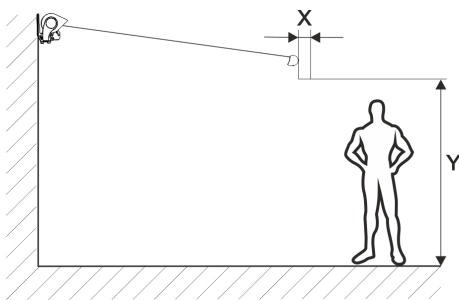

Abb. 11: Ausfahrbereich der Markise
- Auf eine ausreichende Durchgangshöhe (Abb. 11/Y) achten. Im öffentlichen Bereich die geltenden Bestimmungen einhalten.
- Bei maximalem Ausfall auf einen ausreichenden Abstand (Abb. 11/X) zu anderen Objekten achten.